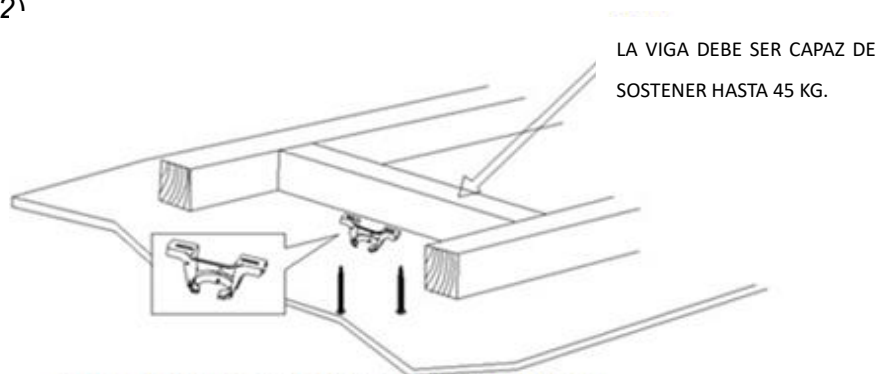

Fig. 2
- Con los dos tornillos largos suministrados, instale el soporte de techo sobre una viga o una estructura del techo capaz de soportar al menos 45 kg. Asegúrese de enroscar los tornillos 30 mm como mínimo en el soporte. (Fig. 2)